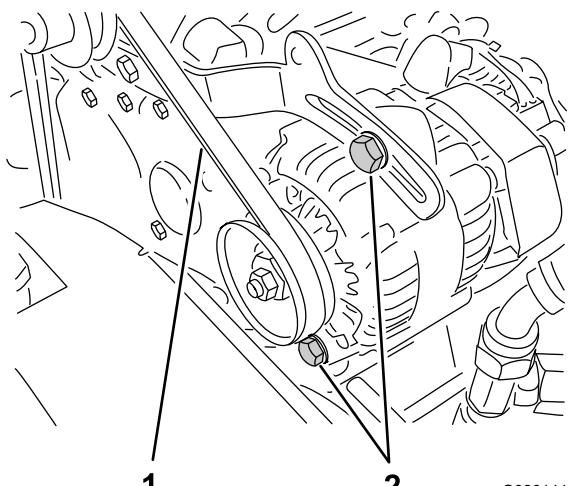

図 66
2. クランクシャフトとオルタネータのブーリー間の中央でベルトを指で押してベルトの張りを点検する 押す力は10 kg程度(図 66)。
A. オルタネータの取り付けボルト2本をゆるめる(図 66)。
- B. エンジンとオルタネータの間にバールを入れて適当な張りに調整し、取り付けボルトを締め付ける(図 66)。